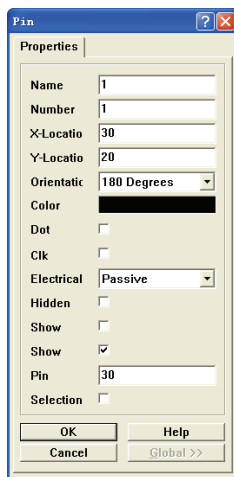
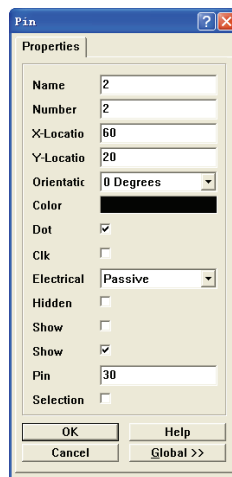
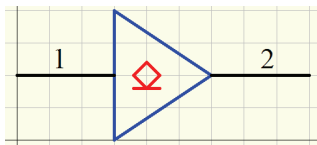

图 3-66 “Pin”对话框 1
图 3-67 “Pin”对话框 2
图 3-68 放置引脚
3) 单击 按钮，放置引脚，并打开“Pin”对话框，设置参数属性，如图 3-66、图 3-67 所示，设置完后将引脚一次放置在对应位置，结果如图 3-68 所示。